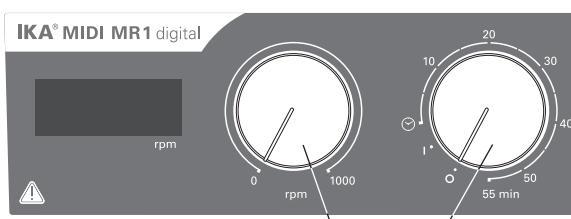

Fig. 3
- ⇒ Kytke laite päälle kääntämällä kiertonuppia "Päälle/pois" ja "ajastin" (B, katso Fig. 3) myötäpäivään asentoon "1".
- ⇒ Kytke laite pois päältä kääntämällä kiertonuppia "Päälle/pois" ja "ajastin" (B) asentoon "0".
- ⇒ Aseta moottorin kierrosluku säätönupilla "Kierrosluku" (C, katso Fig. 3). Moottorin kierrosluku voidaan asettaa välille 0 - 1000 rpm laitteelle **MIDI MR 1 digital** ja 0 - 600 rpm laitteelle **MAXI MR1 digital**.